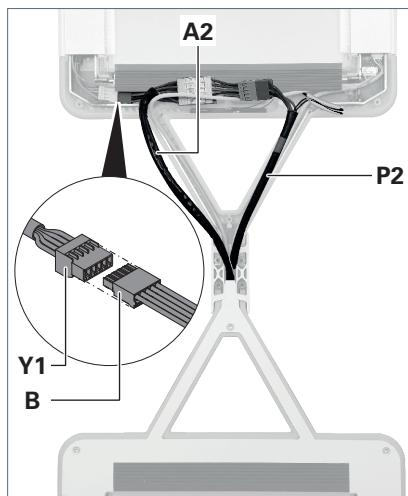

Fig. 16: Brancher le câble d'alimentation.
- ▶ Dans la tête du luminaire 1, retirez le connecteur mâle **Y1** du compartiment situé sous le corps de refroidissement, voir Fig. 16.